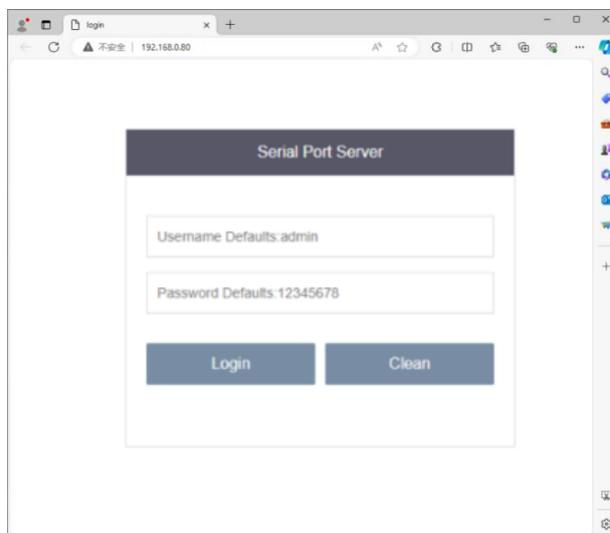

Рис. 2 – вход в веб-интерфейс модуля
2. Вход в веб-интерфейс модуля (см. Рис. 2).